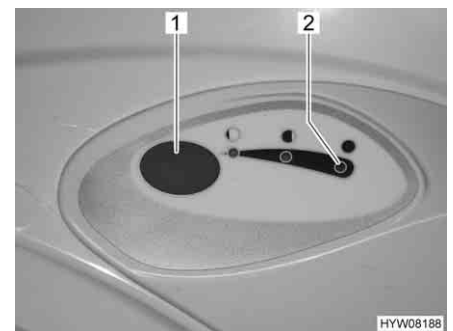

Bild 251 Spülknopf/Kontroll-Leuchte Thetford-Toilette
- Zum Spülen den blauen Spülknopf (Bild 251,1) drücken.
Die Kontroll-Leuchte (Bild 251,2) leuchtet, wenn der Fäkalientank entleert werden muss.